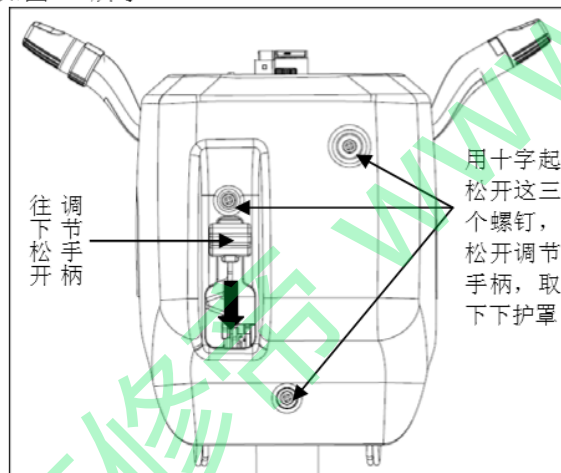

图 25
① 上下组合开关护罩由六对塑料卡扣配合，由下往上将上护罩拉开并取下。
② 用十字起松开下护罩的三个安装螺钉，并往下松开转向管柱角度调节手柄，取下下护罩。如图 25 所示。